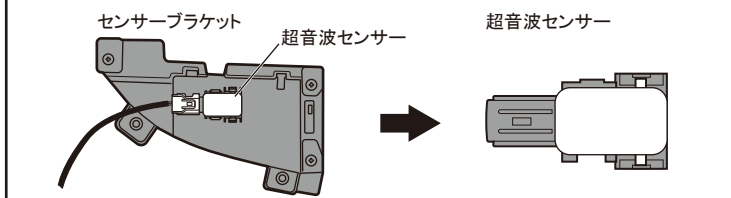

図3 ロアグリルモールディング取外し
4. 図3を参照し、ラジエーターグリルレインフォースメントからロアグリルモールディングを取外します。取外した純正ビスは再使用します。